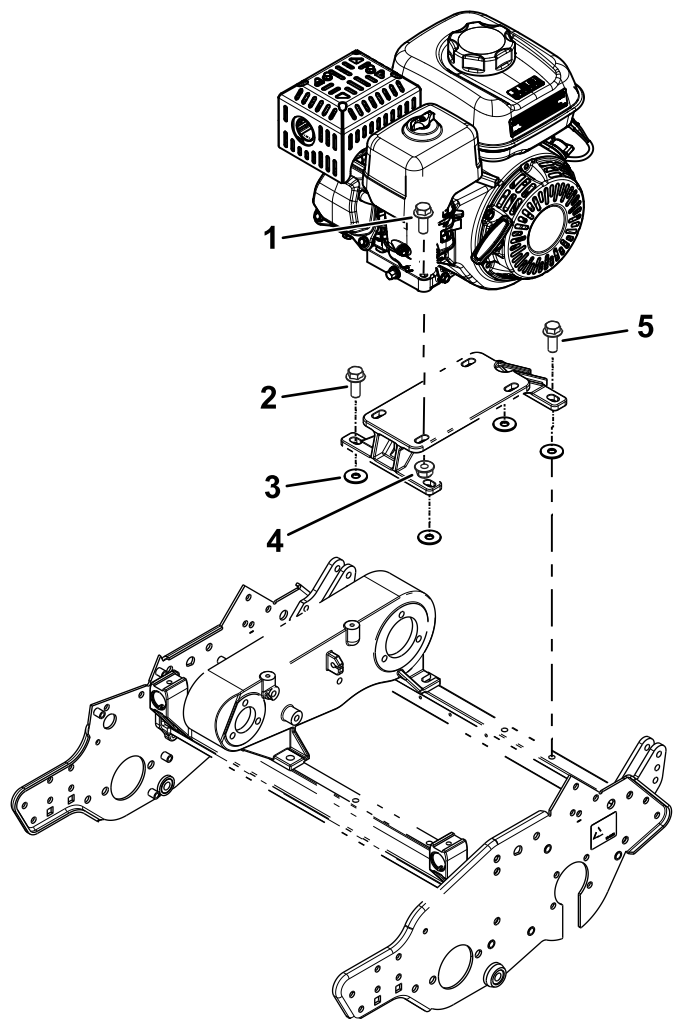

Figura 4
3. Instale el soporte de montaje del motor en la máquina con los pernos anteriormente retirados y 4 arandelas ($\frac{3}{8}$ " x $1\frac{1}{8}$ "), como se muestra en la Figura 4.
Instale provisionalmente el perno trasero izquierdo del motor (ilustrado en la Figura 4).
4. Monte el motor en el soporte de montaje del motor usando los pernos y tuercas que retiró anteriormente (Figura 4).
8. Retire el perno izquierdo trasero de la base del motor (**Figura 4**) y utilice el perno para sujetar la abrazadera en R y el cable del acelerador a la base del motor.
10. Apriete todos los pernos de montaje del motor y del soporte de montaje del motor (**Figura 4**).